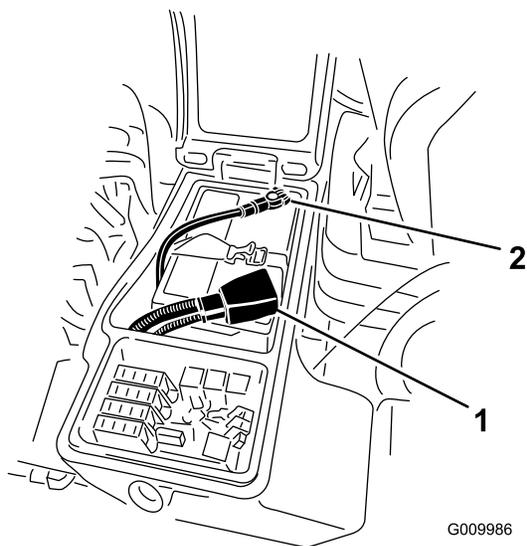

Figura 36
4. Conecte el cable positivo (rojo) al borne positivo (+) y el cable negativo (negro) al borne negativo (-) de la batería (Figura 36). Fije los cables a los bornes con tornillos de caperuza y tuercas. Asegúrese de que el terminal positivo (+) está colocado a tope en el borne, y que el cable está colocado junto a la batería. El cable no debe entrar en contacto con la tapa de la batería. Deslice la cubierta de goma sobre el terminal positivo para evitar posibles cortocircuitos eléctricos.